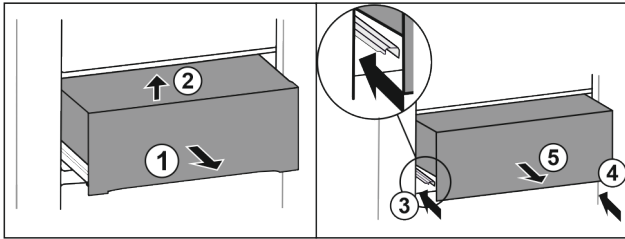

Fig. 22
- ▶ Schubfach halb herausziehen. Fig. 22 (1)
- ▶ Schubfach vorne anheben. Fig. 22 (2)
- ▶ Linke Schiene einschieben. Fig. 22 (3)
- ▶ Rechte Schiene einschieben. Fig. 22 (4)
- ▶ Schubfach nach vorne entnehmen. Fig. 22 (5)